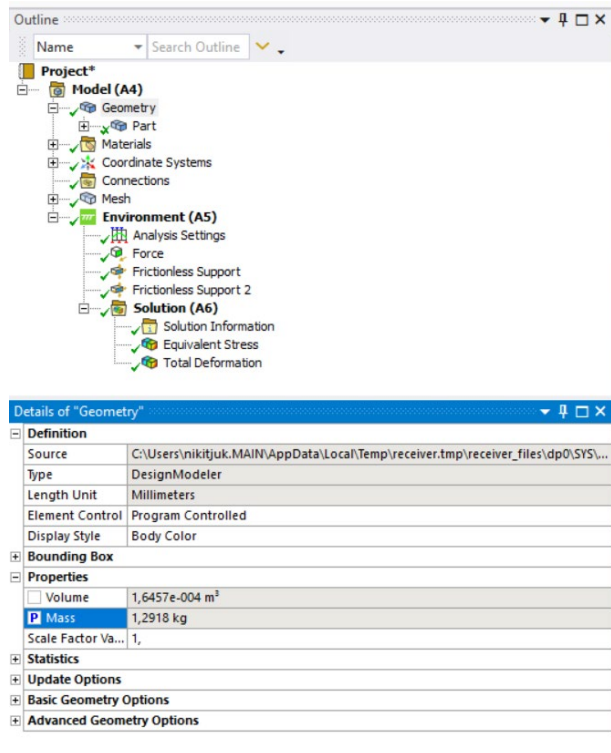

Рисунок 10 – Определение массы в качестве выходного параметра
7. Далее в окне Outline графического интерфейса Workbench Mechanical выберем пункт Model → Geometry из древовидной структуры расчетной модели. В окне Details of “Geometry” во вкладке Properties ставим флажок на ячейку Mass (рисунок 10).